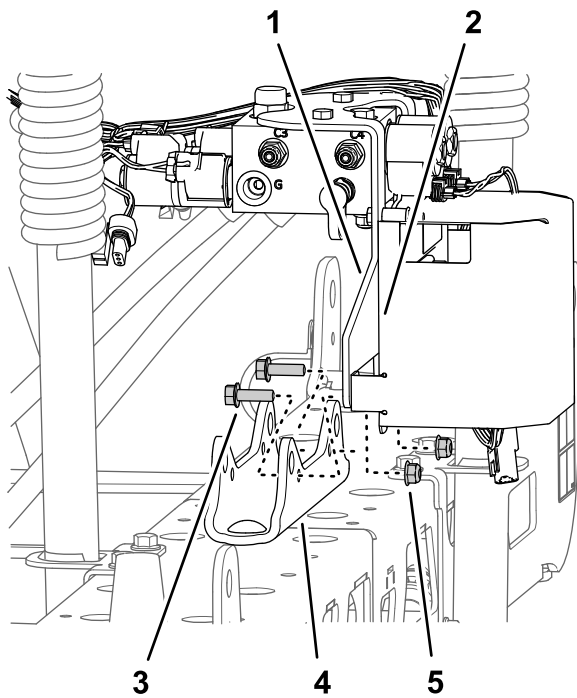

Figura 44
- **Máquinas con el kit opcional de nivelación del Ultra Sonic Boom:** Retire las 2 contratuercas con arandela prensada (5/16") y los 2 pernos con arandela prensada (5/16" x 1") que sujetan el soporte del distribuidor de elevación y el soporte del controlador TEC al soporte de los cilindros, y separe el distribuidor y su soporte del soporte de los cilindros (Figura 44).